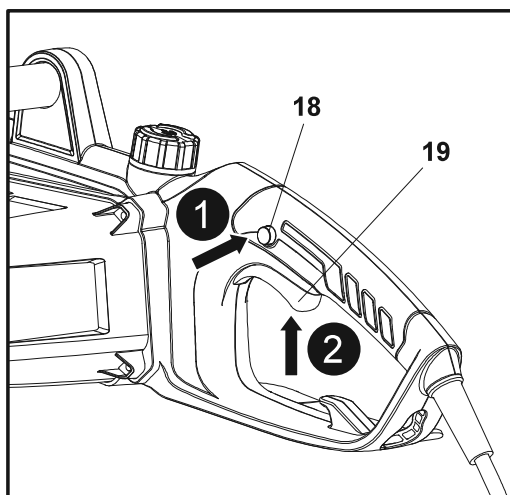

Fig. 16
1. Prima o botão de bloqueio (18) e mantenha-o nessa posição (Fig. 16, passo 1).
2. Prima o interruptor para ligar/desligar (19) para ligar o produto (Fig. 16, passo 2). Em seguida, solte o botão de bloqueio (18).
3. Solte o interruptor para ligar/desligar (19) para desligar o produto.